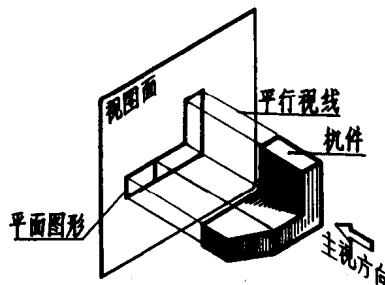
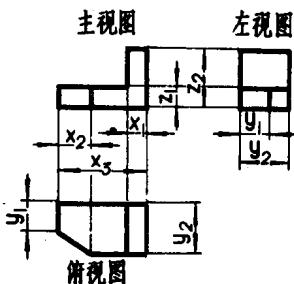
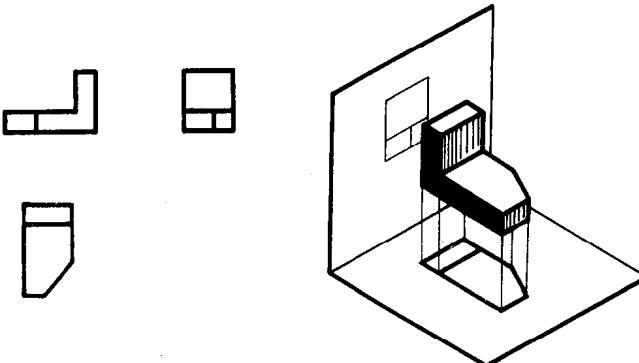
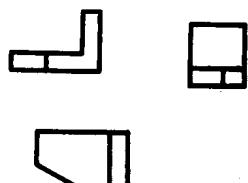

图 3 选定机件的主视方向
图 5 各视图间的对应关系，应严格遵守“三等规律”
图 6 俯视图改变了机件的原来位置
图8 主、俯视图长不对正
③当观察机件的主视方向确定以后，再从其他方向观察机件时，则不准变动机件的原来位置，如图3至图5所示。图6至图8是几种不正确的画法。